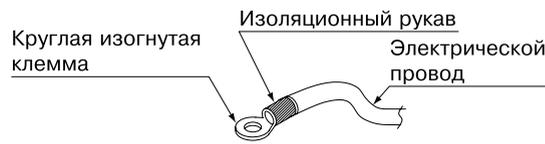

Рис. 6
- Используйте круглую изогнутую клемму для подсоединения к клеммной коробке. (См. рис. 6)